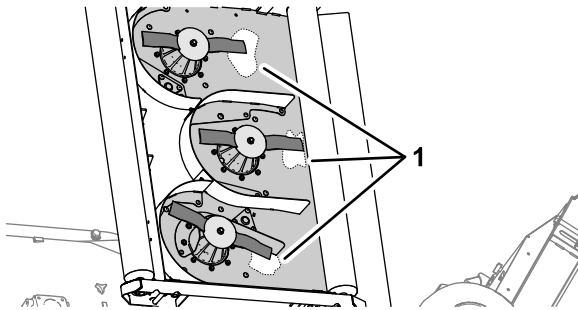

Bild 65
- Reinigen Sie die Unterseite des Mähwerks im Bereich der Schneidkante an der Rückseite des Messers (Bild 65).